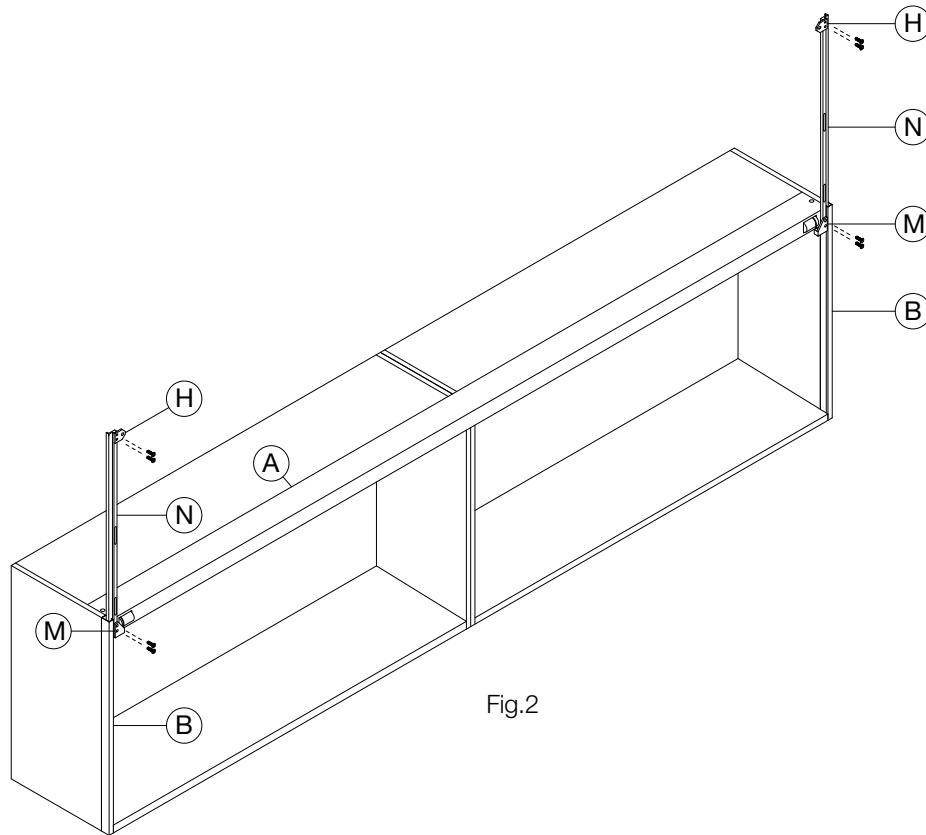

Fig.2
- Insérez le profilé en aluminium (A) dans les inserts (D) déjà fixées aux panneaux latéraux et fixez-le à l'aide des vis M4x10 TPS fournies avec le mécanisme
**ATTENTION :** Pour ne pas endommager le système de glissières, vous ne devez pas toucher aux pièces de connexion (M).
- Sfilare dalle guide ad estrazione totale (B) le guide di scorrimento (N). Fissare su quest'ultime le staffette (M) con viti TPS M4x10 in dotazione (fig.2).
- Fissare nella parte superiore delle guide di scorrimento (N) l'elemento di fissaggio ante (H) con le viti TPS M4x10 in dotazione (fig.2)
- Extract form the telescopic guides (B) the sliding guides (N). Fix to these sliding guides the connection parts (M) with the TPS M4x10 screws furnished in the kit. (fig.2)
- Fix in the upper part of the sliding guides (N) the fixing element for the doors (H) with TPS M4x10 screws furnished in the kit.
- Retirez les guides de glissement (N) des guides télescopiques (B). Fixez les pièces de connexion (M) aux guides de glissement à l'aide des vis M4x10 TPS fournies dans la trousse (fig. 2)
- Fixez la partie supérieure des guides de glissement (N) aux éléments de fixation des portes (H) à l'aide des vis M4x10 TPS fournies dans la trousse.